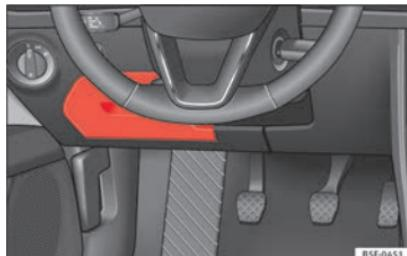

Fig. 101 Sur le tableau de bord côté conducteur : cache du boîtier de fusibles.
- **Ouverture** : rabatsez le couvercle vers le bas ➤ **fig. 101**.